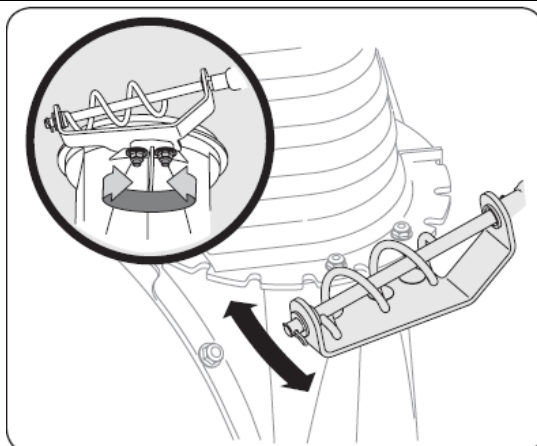

Рис. 26
1. Ослабьте две гайки, которые крепят кронштейн, и переставьте кронштейн (смотри рисунок 26).